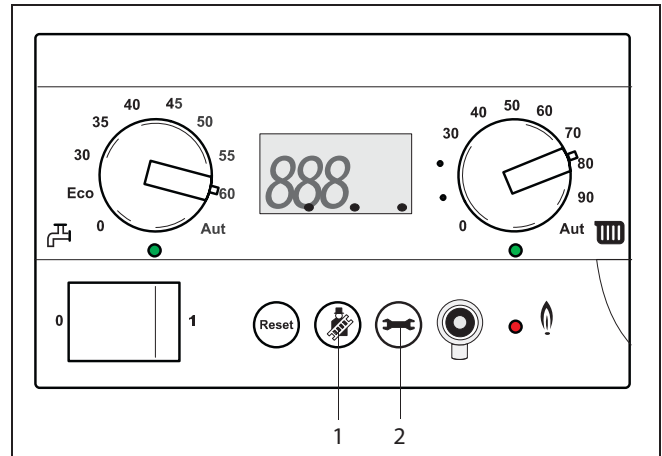

Fig. 33 Attivazione del tasto "spazzacamino"
- 9) Premere simultaneamente il tasto "spazzacamino" (fig. 33, pos. 1) ed il pulsante di "manutenzione" (fig. 33, pos. 2) fino a che il display non visualizza "L - -" (per es.: "L81").
- Premere il tasto "spazzacamino" (fig. 33, pos. 1) ed il tasto di "manutenzione" (fig. 33, pos. 2) simultaneamente, sino alla comparsa di "L - -" (per es. "L81") sul display.